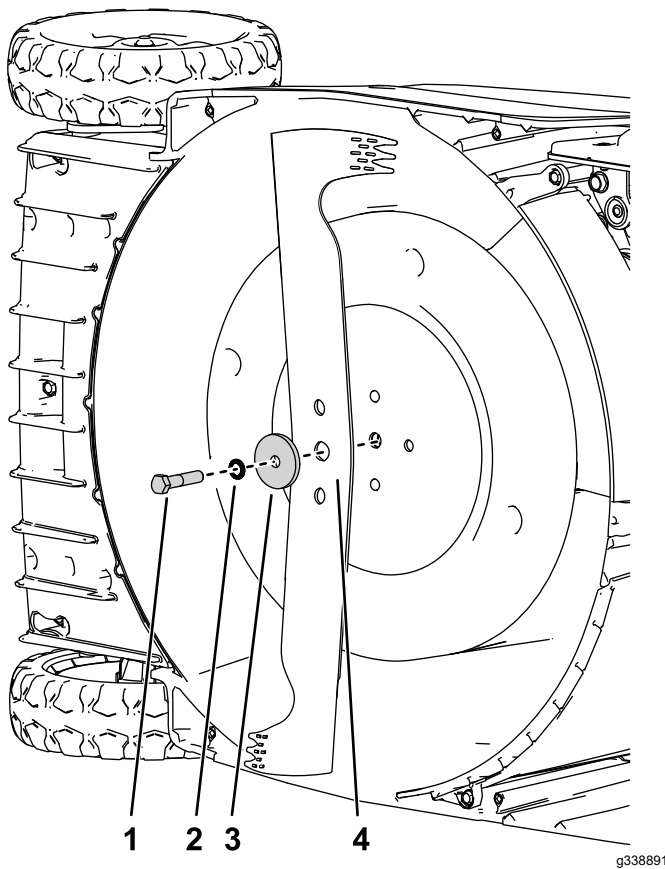

Figure 29
4. Montez la nouvelle lame et toutes les fixations (Figure 29).